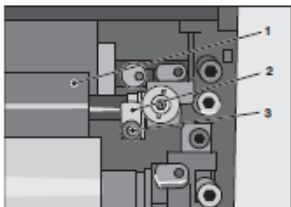

図 17 駆動側のワッヂの解除
1. 駆動側のネジ (図 17/3) を緩めてワッヂ (図 17/2) を横に倒します。
2. 中間ローラ (図 17/1) の駆動側を外し、操作側のジャーナルボックスからローラを抜きます。